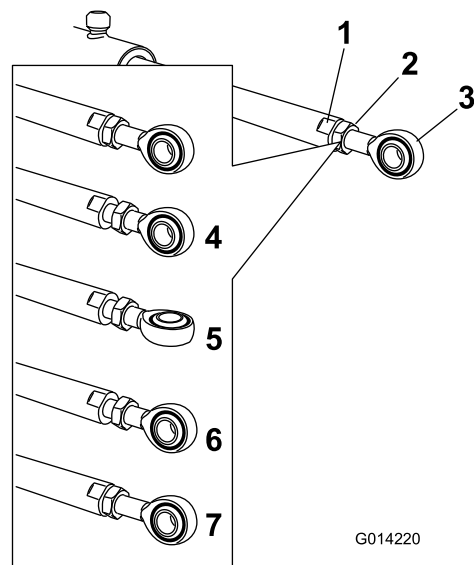

**Figura 83**
2. Retire o contrapino do pino de articulação (Figura 83).
3. Eleve rampa e retire o pino (**Figura 83**) e lentamente baixe a rampa para o solo.
9. Enquanto segura na rampa, insira o pino através tanto da articulação da rampa como da barra do acionador (**Figura 83**).